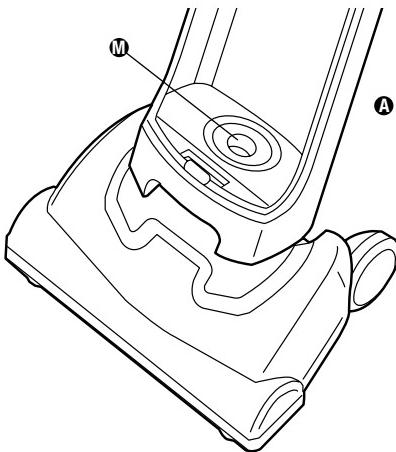

FIG. 8
Step 2: Inspect for blockages inside hole area **M** at base of body **A** opening. Use tool or coat hanger to remove blockage (Fig. 8).
2 Étape: Vérifiez la présence de tout obstacle dans l'aire **M** à l'intérieur de l'orifice à la base du corps **A**. Pour retirer les obstacles, utilisez un cintre ou autre outil (Fig. 8).